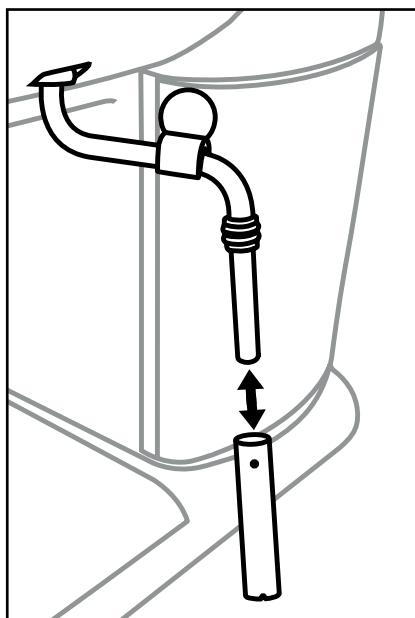

Figura 1
- 1) Așezați un recipient gol sub dispozitivul de spumare a laptelui ⑥.
- 2) Rotiți butonul pentru reglarea aburului ② direct după utilizare pe „” și lăsați să se emane abur timp de câteva secunde.
- 3) Rotiți butonul pentru reglarea aburului ② pentru a-l închide (rotiți-l până la limită, în direcția „0”), opriți aparatul și scoateți ștecarul din priză.
- 5) Scoateți învelișul dispozitivului de spumare a laptelui ⑥ (figura 1) și curățați-l cu atenție în apă caldă.
- 7) Împingeți la loc învelișul pe duză (figura 1).